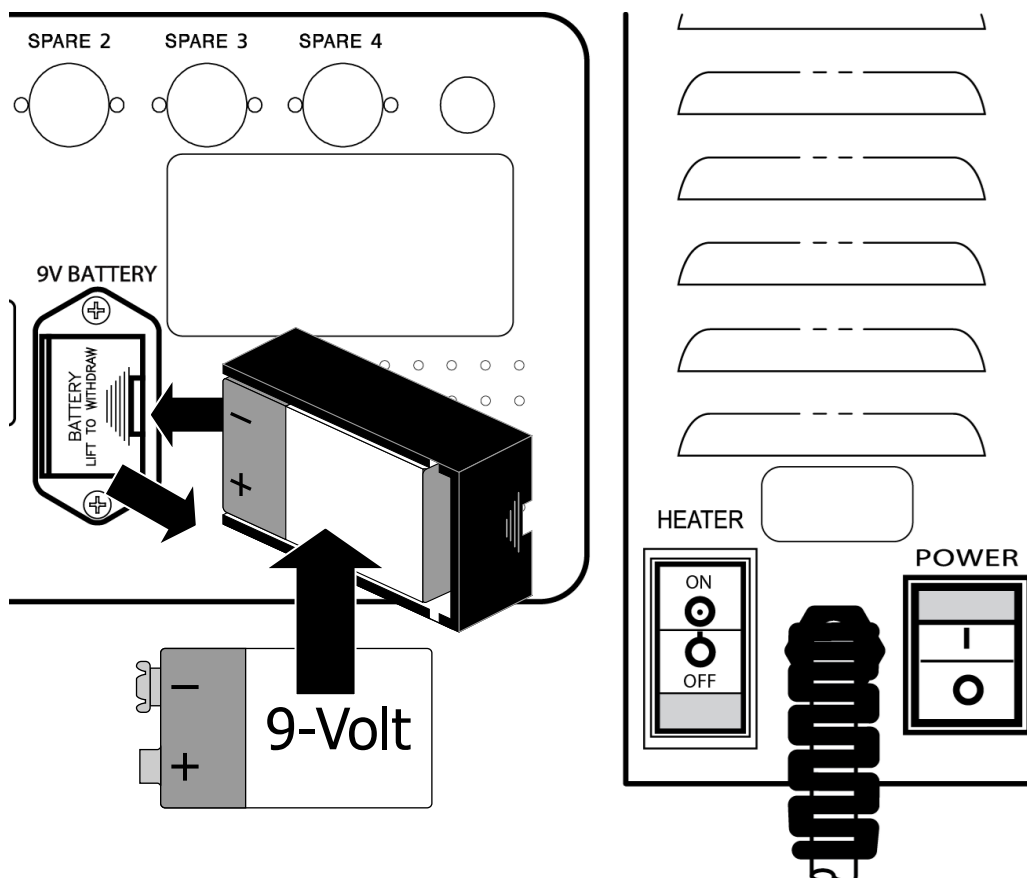

Figure 101 – Remplacement de la pile de 9 volts
- Placez une pile neuve dans la cartouche et glissez la cartouche à l'arrière de l'appareil de la manière illustrée à la Figure 101. Le port négatif de la pile de 9 volts doit se trouver sur le dessus.
- Mettez l'appareil SOUS TENSION et, en utilisant le commutateur marche-arrêt d'alimentation secteur à l'arrière de l'appareil (voir le côté droit de la Figure 101), coupez l'alimentation de l'appareil. Écoutez si une alarme de panne de courant retentit, et en l'absence de signal sonore, répétez les étapes 1 à 4.